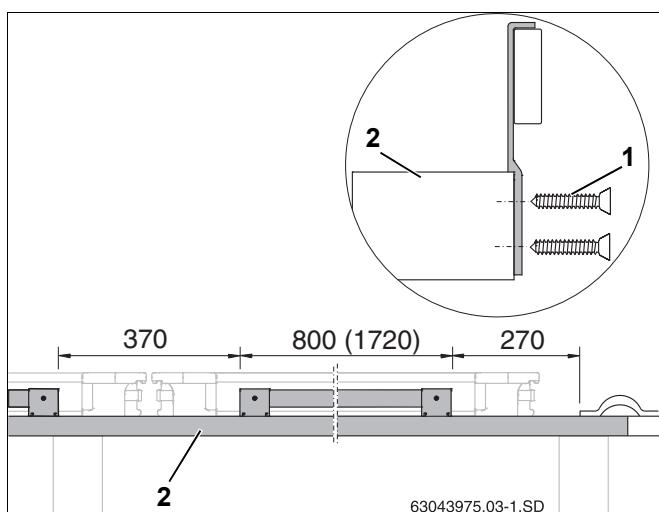

Рис. 11 Установка креплений от сползания на обрешетке крыши (размеры в мм, размер в скобках = для горизонтального исполнения коллекторов)
- ▶ Установите предварительно смонтированное крепление от сползания на первую рейку дополнительной обрешетки (рис. 11, поз. 2) и закрепите двумя саморезами 4x40 (рис. 11, поз. 1) (соблюдайте размеры).